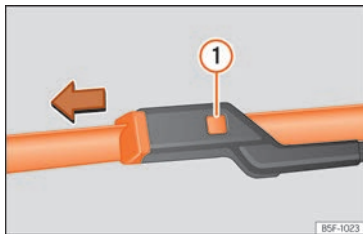

Abb. 193 Scheibenwischerblätter vorne auswechseln.
- Die Entriegelungstaste >>> **Abb. 193** ① gedrückt halten und gleichzeitig das Scheibenwischerblatt vorsichtig in Pfeilrichtung abziehen.